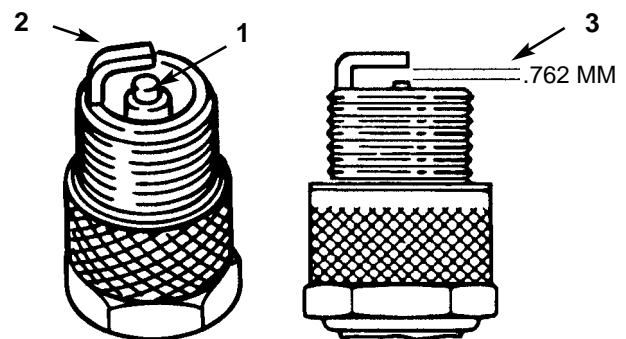

Fig. 24
1. Osservate il centro della candela (Fig. 24). Se l'isolatore ha un colore nocciola o grigio chiaramente visibile, il motore funziona normalmente. Eventuali incrostazioni nere sull'isolatore indicano che il filtro dell'aria è sporco.
2. Verificate la distanza tra gli elettrodi centrale e laterale (Fig. 24). Se non è corretta, piegate l'elettrodo laterale (Fig. 24).
Il momento migliore per sostituire il filtro (Fig. 24) è quando il serbatoio carburante è vuoto. Non montate mai un filtro sporco se è stato tolto dal tubo di alimentazione.
3. Stringete insieme le estremità delle fascette per tubi e fatela scorrere lontano dal filtro (Fig. 24).